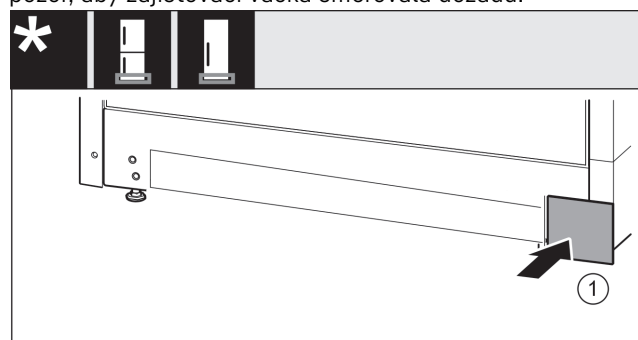

Fig. 21
- Kryt Fig. 21 (1) opět nasadíte na druhé straně.